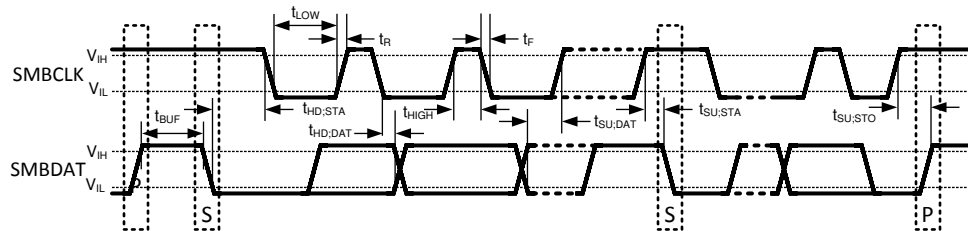

図 5-1. SMBus 通信
- いずれかのピンの入力電圧 (V_I) が電源を超えた場合 (V_I < GND または V_I > V_{DD})、そのピンの電流を 5mA に制限する必要があります。LM95231 のピンの寄生部品および ESD 保護回路を図 5-1 と表 5-1 に示します。次のピンに存在する寄生ダイオード D1 が順バイアスされないように注意する必要があります: D1+, D2+, D1-, D2-。50mV を超える順バイアスが印加されると、温度測定値が破損する可能性があります。